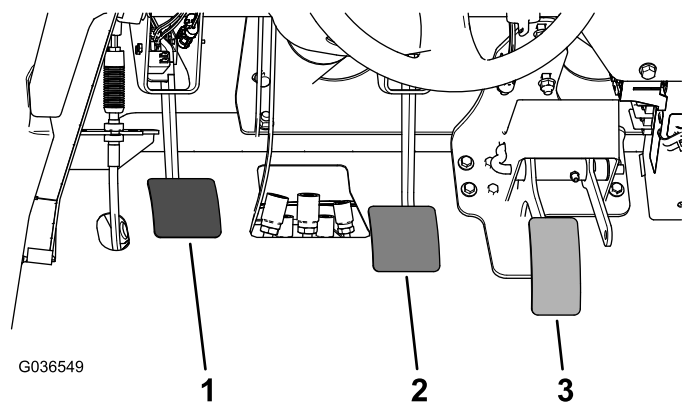

**Figure 58**
1. Retirez la goupille fendue et l'axe de chape qui fixent la chape du maître-cylindre au pivot de la pédale de frein (**Figure 58**).